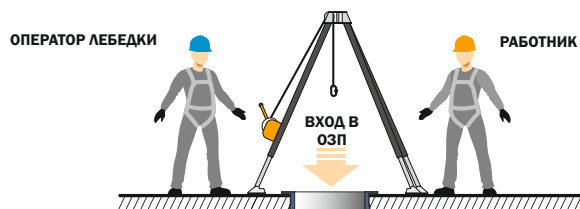

Рис. 12 Установка треноги в вертикальное положение.
4. Установить треногу в вертикальное положение, раздвинуть опоры в стороны на необходимый диаметр (рис. 12). Соединить опоры цепью, натянув её между ними и соединив её звенья при помощи карабина. В случае провисания цепи необходимо отрегулировать её натяжение.
9. Присоединить СЗВТ карабином класса В к одной из анкерных проушин на головной части треноги. А затем соединить СЗВТ карабином класса Т с точкой крепления на привязи спасателя № 1 с маркировкой «А» (буква «А» должна быть полностью закрашена) (рис. 12) (например, D-образное кольцо на спине).